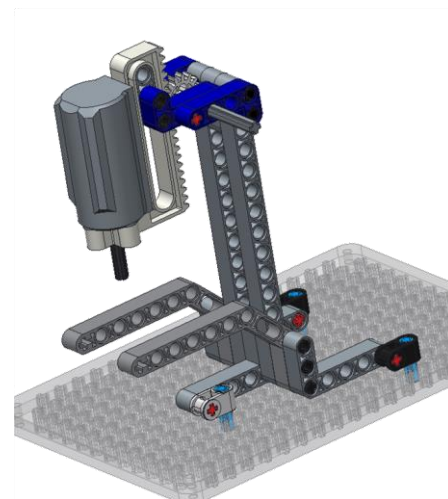

Рисунок 1 Общий вид станка
- 2.1. Создайте в САПР сборочную модель станка, используя готовые модели деталей из папки, указанной ведущим, а также созданные вами модели деталей. При сборке пользуйтесь рис. 1 и 2.